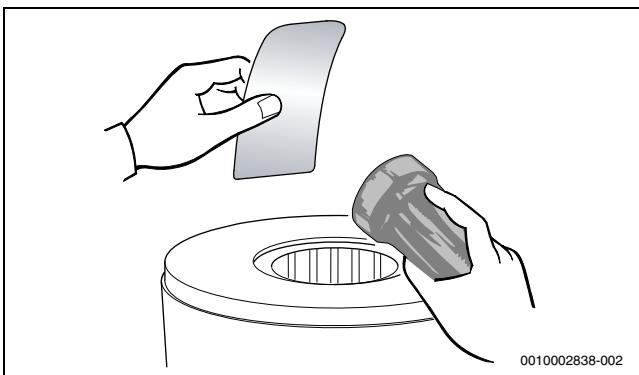

Bild 144 Wärmeblock auf Rückstände prüfen
- Wärmeblock erneut auf Rückstände prüfen (→ Bild 144).